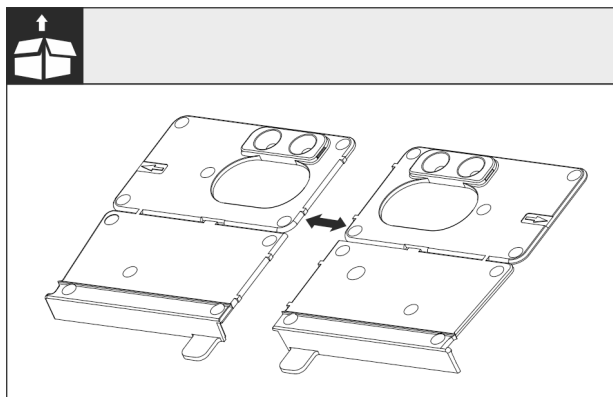

Fig. 27
- ▶ Montažni kutnik odvojite na dnu Fig. 27 () na perforaciji.